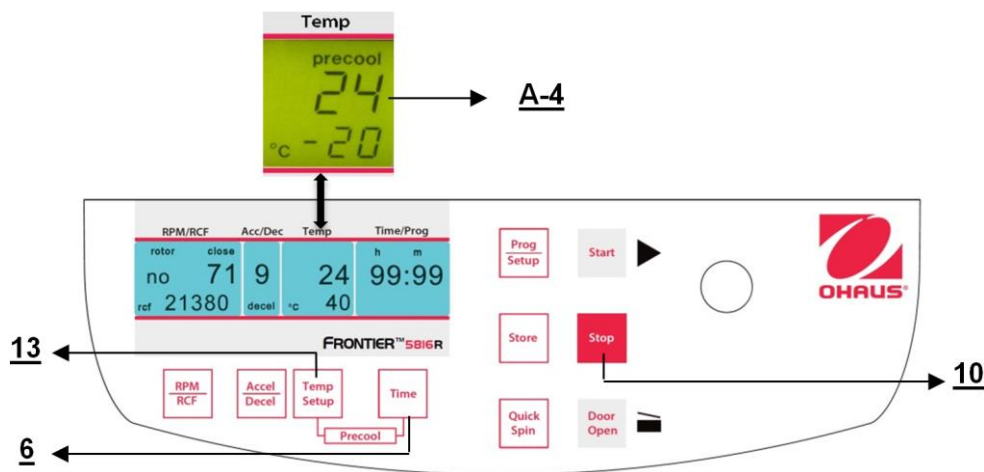

Figura 20
Si las muestras son sensibles a la temperatura, es útil preenfriar la centrífuga, el rotor y eventualmente los portatubos a la temperatura de trabajo requerida. Por lo tanto, inserte el rotor deseado y preajuste la temperatura respectiva. Al presionar en forma simultánea los botones **"Temp/Setup"** (13) (vea la Figura 20) y **"Time"** (6), inicia la operación. Durante la operación, la unidad selecciona automáticamente una velocidad rotacional que es equivalente al 20% de la velocidad rotacional permitida del rotor respectivo. Después de que se alcanza la temperatura predeterminada, puede salir de la operación de preenfriamiento con el botón **"Stop"** (10). Dependiendo del rotor insertado, el preenfriamiento dura aproximadamente entre 10 y 20 minutos.